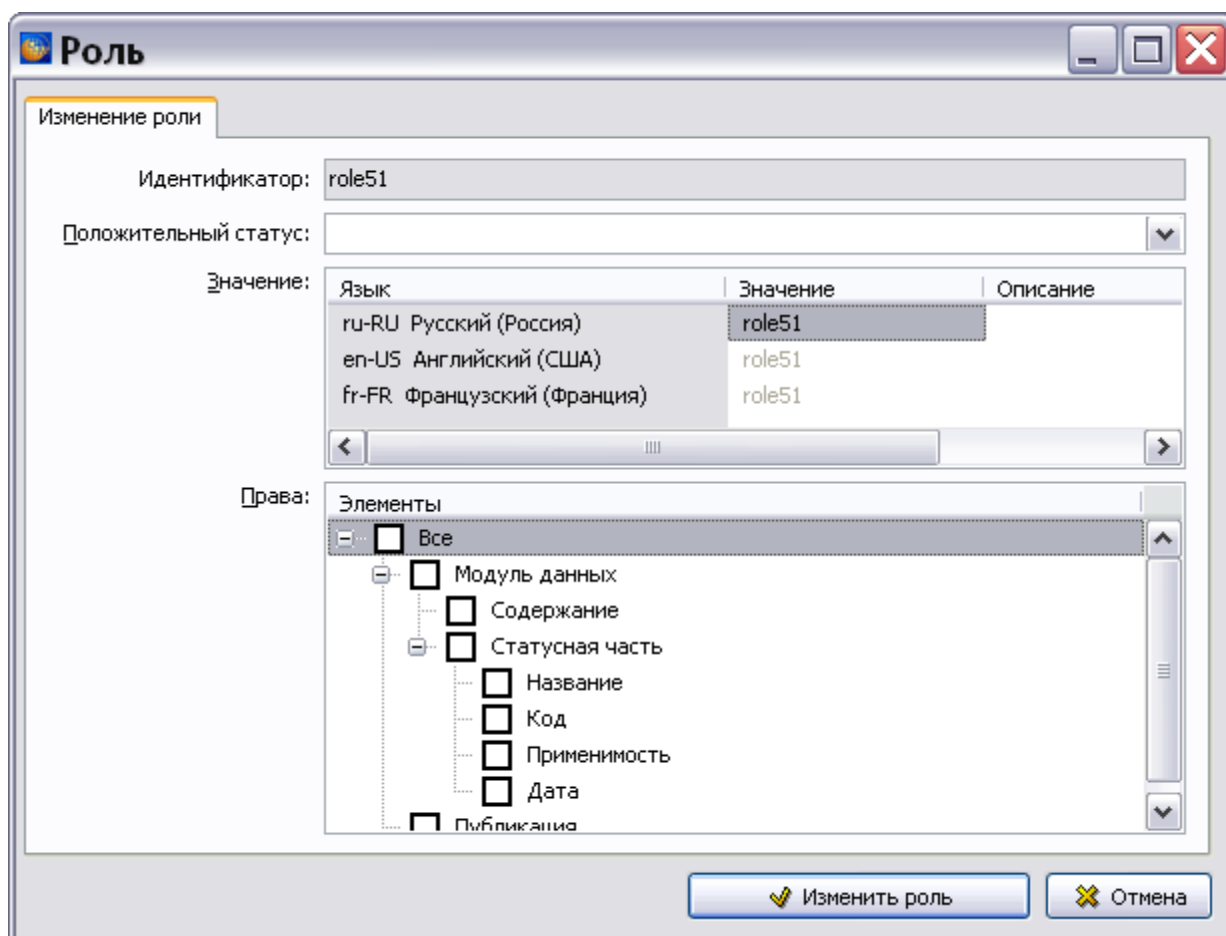

Рис. 19.5
1. На инструментальной панели нажмите на кнопку **Добавить**  или в контекстном меню окна выберите команду **Добавить**. При этом появится диалоговое окно **Роль** (Рис. 19.5).